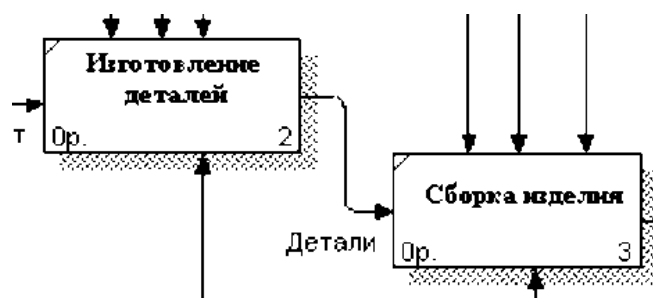

Рис. 34. Связь по входу
**Связь по входу (output–input),** когда стрелка выхода вышестоящей работы (далее – просто выход) направляется на вход нижестоящей (например, на рис. 34 стрелка *"Детали "* связывает работы *"Изготовление деталей и Сборка изделия"*).